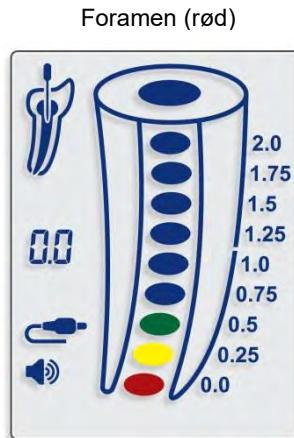

Fig. 10
- 7.4.12. At nå den apikale foramen (0,0) indikeres af et rødt farvesegment inde i tand rodbehandling billedet (fig. 10) og en konstant lydtone.